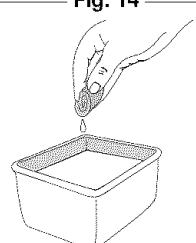

Fig. 15
- detergente (Fig. 15). Enjuague bien el filtro. Escurra el exceso de agua. Déjelo secar por completo.